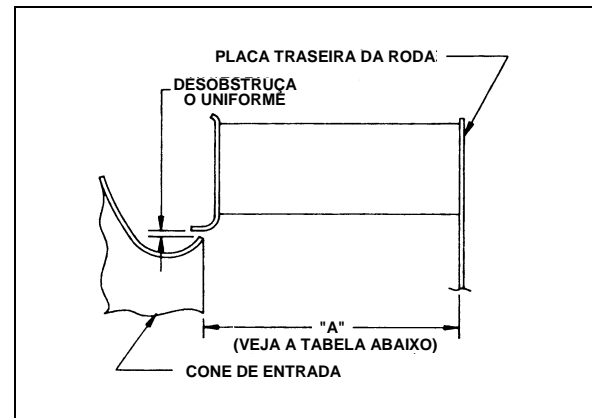

Figura 3
6. Ao instalar uma nova roda ou cone, a folga adequada entre a roda e o cone de entrada deve ser mantida (consulte a Figura 3 para as dimensões corretas da roda de largura total) (As dimerizações para rodas estreitas variam)